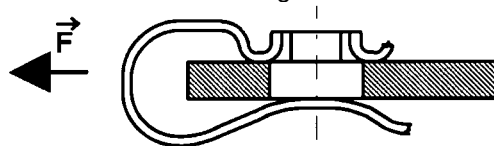

Figure 3
- Agrafes - Les agrafes doivent tenir à un effort d'arrangement F de 20 N (voir figure 3).